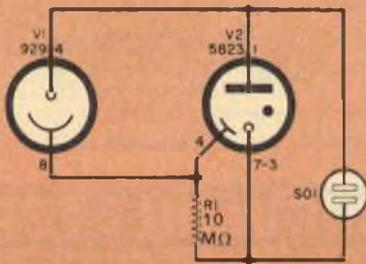
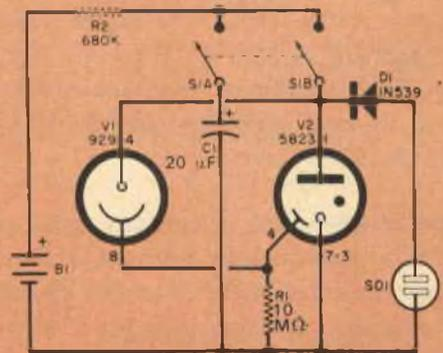

Fig. 2 - Il circuito ausiliario base è autoalimentato e può essere usato se la tensione di carica è di 150 V o più.
Fig. 3 - In questa seconda versione di circuito ausiliario, adatto per flash a bassa tensione, la batteria viene usata per eccitare V2.
Il sistema telemetrico dell'Oscar III (*fig. 2*) ha tre canali per il controllo della tensione della batteria principale, per il controllo della temperatura interna media (che è poi la temperatura della batteria principale la quale rappresenta la massa termica più importante), e per il controllo della temperatura interna massima e cioè dell'involucro esterno dei transistori amplificatori d'uscita del traslatore.
Il trasmettitore radiofaro (*fig. 2*) coerente è molto simile a quello del primo Oscar; la sua uscita non è modulata ma la sua potenza è alquanto inferiore ai trasmettitori dei primi due Oscar.
**Fig. 2 - Ecco rappresentati gli schemi a blocchi del sistema telemetrico che trasmette il segnale HI e del radiofaro coerente che permette misure di deriva per effetto Döppler.**
**Il circuito ausiliario** - Per capire il funzionamento del circuito ausiliario basta dare un'occhiata allo schema della fig. 2.
Il circuito ausiliario della fig. 2 è perciò completamente autoalimentato e può essere usato con qualsiasi flash il cui condensatore venga caricato con almeno 150 V.
Nella seconda versione del flash ausiliario, il cui schema è riportato nella fig. 3, al tubo eccitatore viene fornita una tensione supplementare nel caso che la tensione di carica del condensatore sia inferiore a 150 V. In questo caso B1 viene usata per
Il montaggio di entrambi i circuiti ausiliari è facile; il circuito ausiliario semplice può essere contenuto in una scatoletta da 5,5 x 5,5 x 10 cm e quello della fig. 2 in una scatoletta da 7,5 x 10 x 12,5 cm. Le parti si montano come illustrato nelle fotografie, usando distanziali per tenere lo zoccolo di V2 distante dal fondo della scatola. Montando la seconda versione le parti devono essere disposte in modo da permettere il fissaggio della batteria, mediante una striscia di alluminio, sulla parete posteriore della scatola.
Nella fig. 2 e nella fig. 3 il contatto positivo di SO1 è quello superiore, collegato rispettivamente a V2 ed a D1. Invertendo le polarità si possono danneggiare una od entrambe le unità. ★
Fig. 2 - Questa lampadina Indicatrice Interchangeabile ad innesto contiene un transistor pilota ad alta tensione che può essere eccitato dalla bassa tensione di un circuito a transistori.
Un'unità tipica è rappresentata nella *fig. 2* e nella *fig. 3* se ne vede il circuito. La lampadina al neon ed il suo resistore limitatore di corrente sono collegati in parallelo al resistore di carico di collettore e solo quando il transistore conduce la tensione ai capi del carico è sufficiente per accendere la lampadina. Il transistore è inizialmente polarizzato all'interdizione e va in conduzione quando riceve un segnale negativo di ingresso dal circuito controllato.